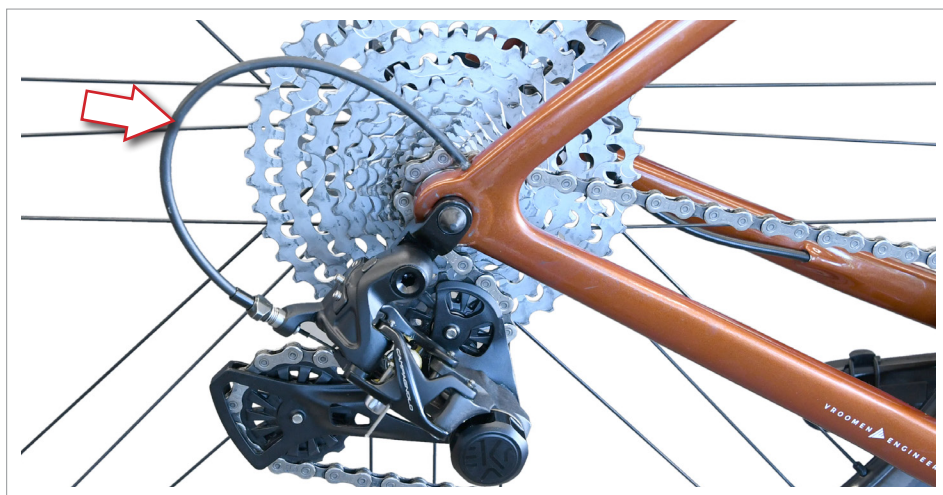

Fig.13
- Si le câble est endommagé, remplacez-le avant d'utiliser le vélo. Une gaine trop courte peut compromettre l'exécution correcte du dérailage (Fig.13).